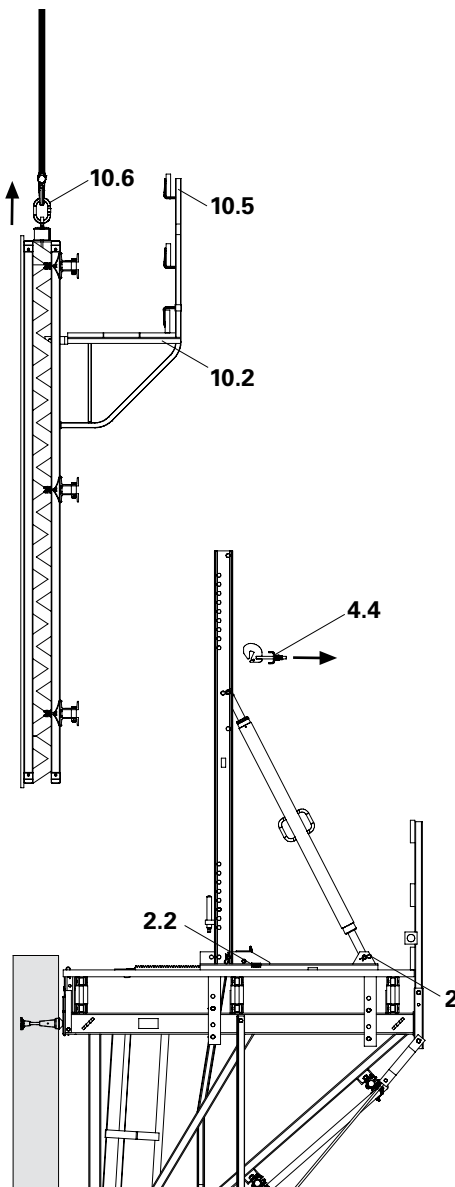

Fig. B2.10
1. Arretrare il carrello (2) e bloccarlo con il cuneo (2.2), v. B4.1. Puntellare lateralmente il corrente verticale.
4. Sollevare e allontanare la cassaforma (es. area di stoccaggio). (Fig. B2.10)